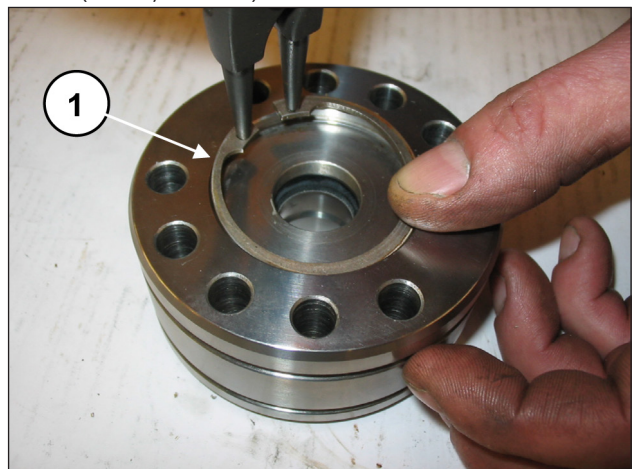
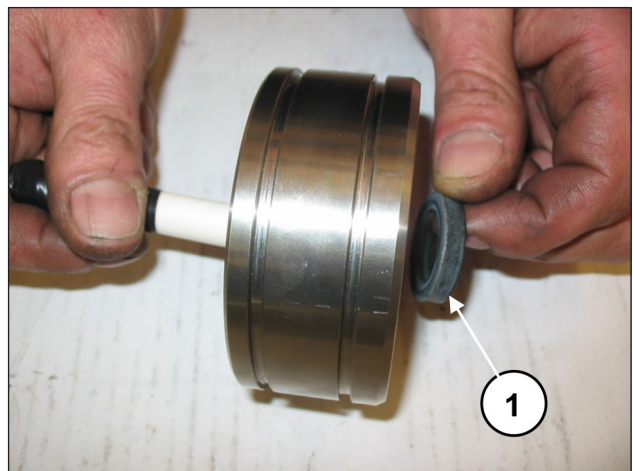

Abb. 126
Abb. 127
Entfernen Sie den Seegerring und den Stützring der Dichtungen (Pos. ①, Abb. 126) und ziehen Sie mit einem speziellen Kunststoffdorn die ND (Niederdruck) Dichtung heraus (Pos. ①, Abb. 127).